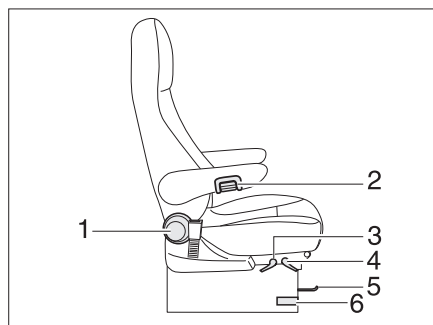
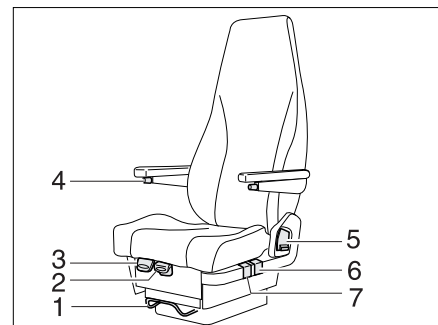

Fig. 77 Siège conducteur et siège passager (Aguti)
Fig. 78 Siège conducteur et siège passager (SKA)
- Presser ou tirer sur le levier pour faire pivoter le siège (Fig. 77,6, Fig. 78,3). Le siège est libéré du dispositif de blocage.